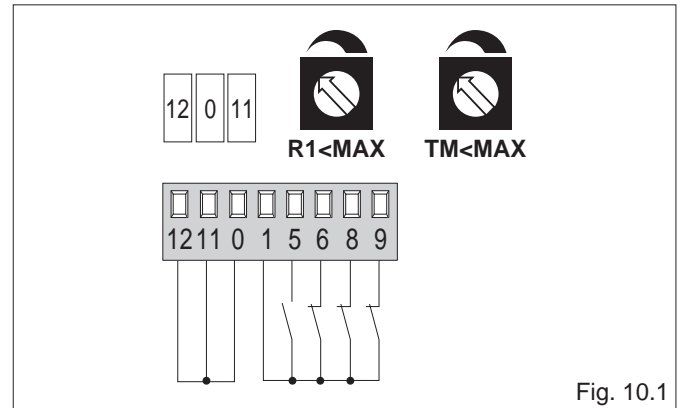

Fig. 10.1
- (Fig. 10.1) Le vantail exerce une pression sur les butées mécaniques et s'arrête sur les obstacles.